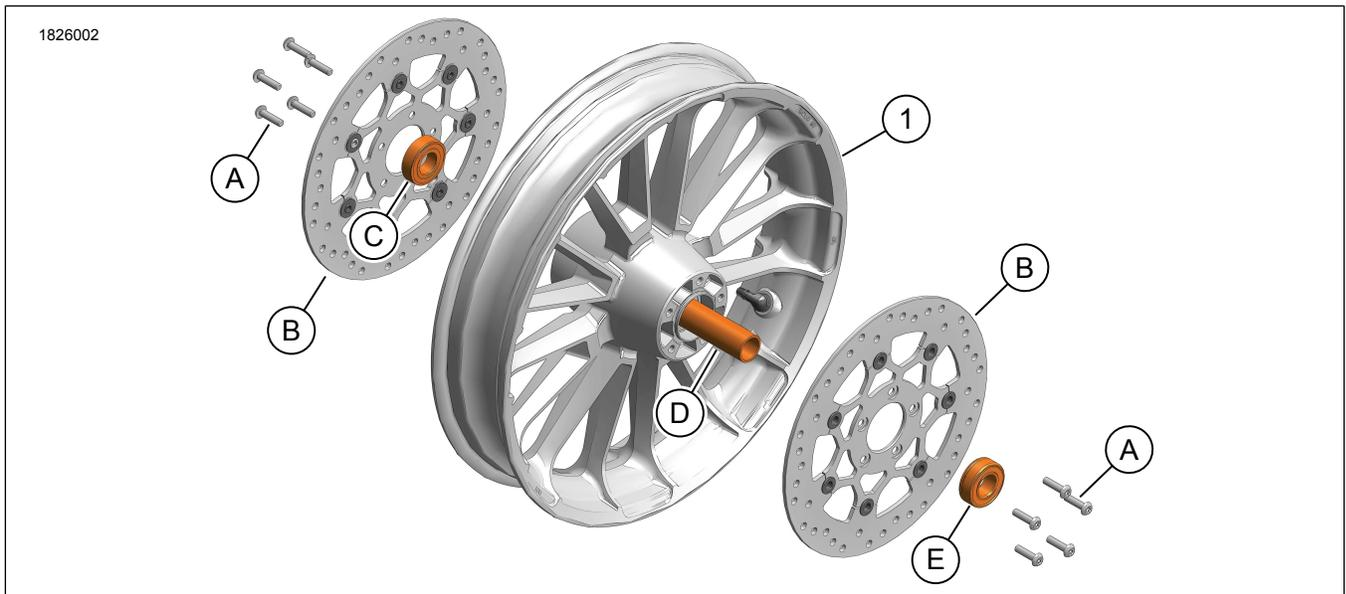

Figure 1. Contenu du kit : HD Roulette 19 po Roue
2. Voir la figure 1. Déposer les rotors de frein avant.
- a. Déposer les vis (A).
- b. Déposer les rotors de frein avant Équipement d'origine (B).
5. Déposer l'entretoise de roulement de roue (D).
3. Voir la figure 1. Installer l'entretoise de roulement (D) et les **nouveaux** roulements de roue scellés (C, D).